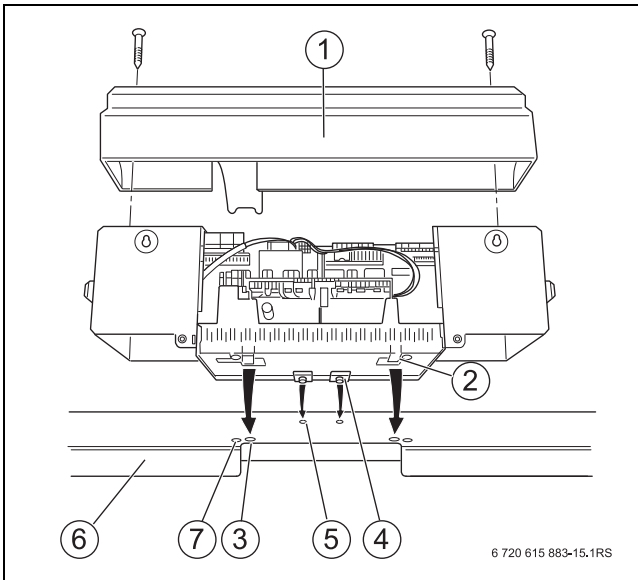

Рис. 24 Монтаж системы управления
На рис. 24, стр. 29 показана система управления и передняя крышка [1] сзади.
- ▶ Установите крышку на место (→ рис. 24, стр. 29).